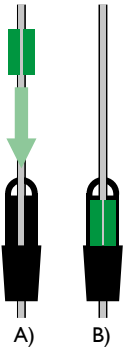

Imagen 1. Las pesas de cable y el bucle de suspensión se sujetan al cable con una cuña de fijación (A-B).
- Si el líquido a observar es viscoso o se quiere limitar la flotación hacia un lado, recomendamos el uso de una pesa de cable más pesada, que suministramos por encargo. Las pesas opcionales se sujetan en el cable con una cuña de fijación (imagen 1 en la página adyacente).